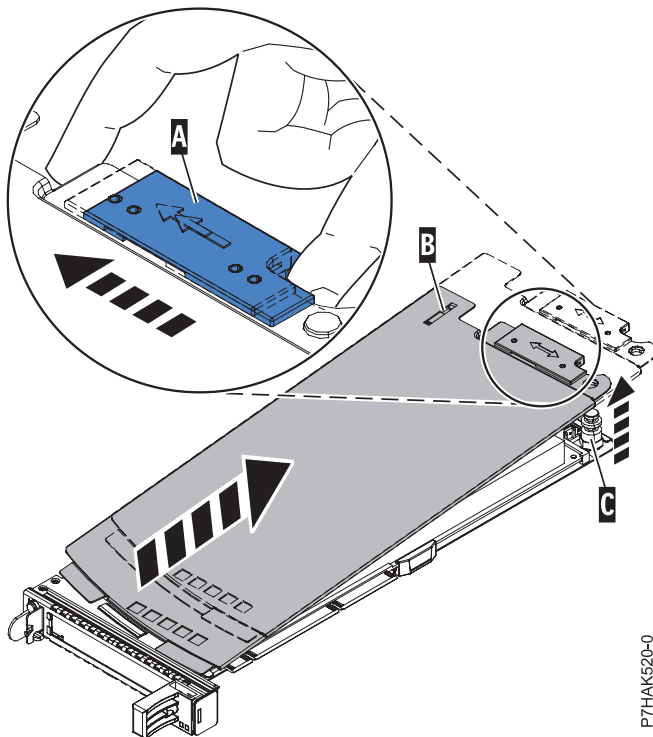

Abbildung 35. Abdeckung der PCIe-Adapterkassette ausbauen
- a. Verschieben Sie die Abdeckungsverriegelung (A) so, dass sie sich von dem Drehstift (C) löst (siehe Abb. 35 auf Seite 34).
- b. Heben Sie die Abdeckung (B) von dem Drehstift (C) ab.